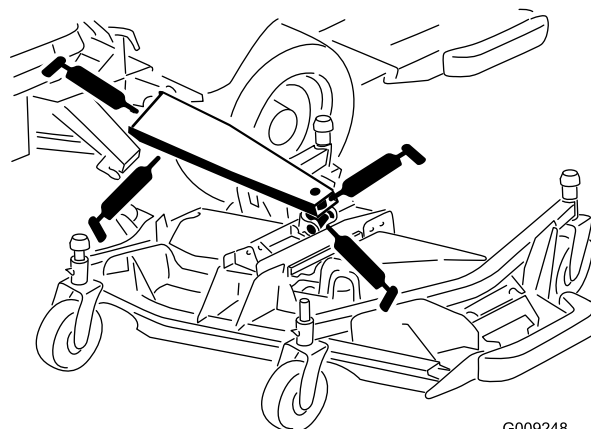

Figura 92
- 3 casquillos de brazos de elevación principales (Figura 92)
- 1 casquillo de cilindro de elevación (Figura 92)